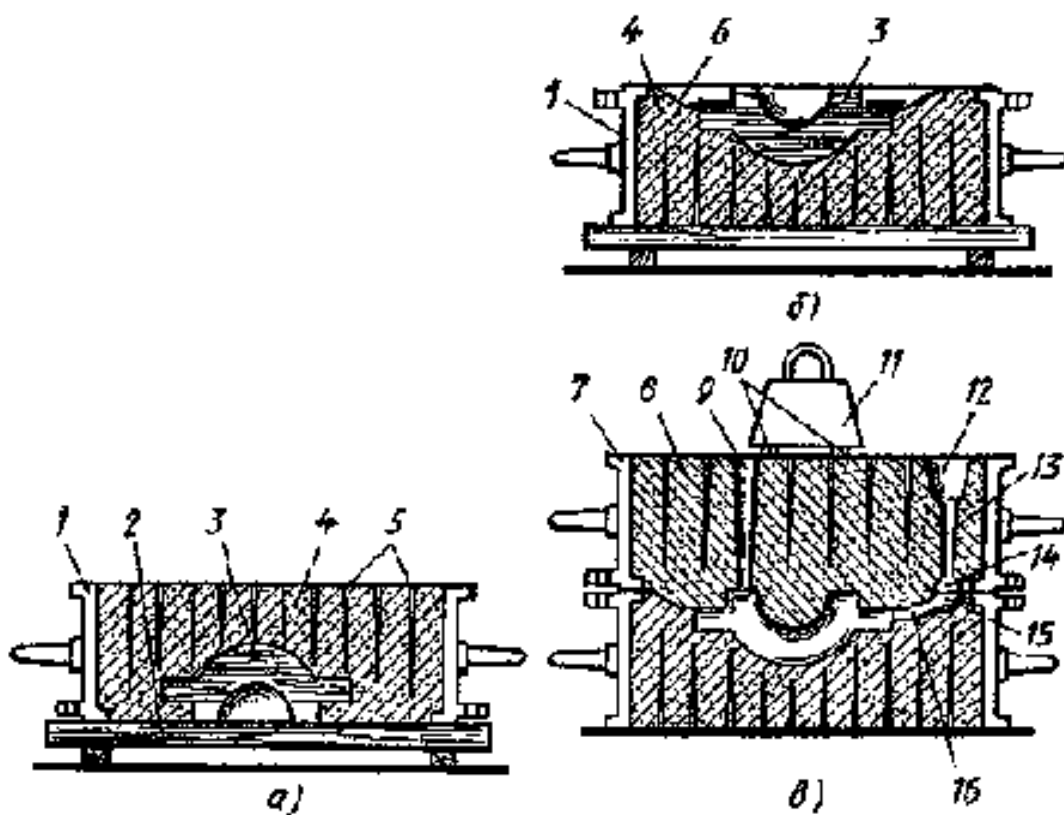

Рисунок 10.1. Формовка с подрезкой по неразъемной модели:
Неразъемную модель 3 и опоку 1 (рис. 10.1, а) устанавливают на подопочную плиту и формируют нижнюю полуформу 4. Затем ее поворачивают на 180° и с помощью гладилки или ланцета срезают ту часть формовочной смеси, которая мешает беспрепятственному извлечению модели (рис. 10.1,б). Эта операция называется подрезкой. Теперь разъем формы становится уже не плоским, а фасонным (5). Далее на нижнюю опоку 1 устанавливают верхнюю 7, в которой размещают модели литниковой системы, и формируют верхнюю
полуформу по ранее изложенной технологии. Затем модель 3 из нижней опоки удаляют, форму отделявают и собирают для заливки (рис. 10.1,в).